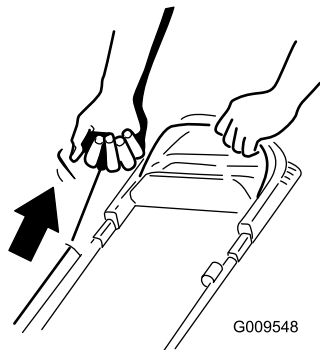

Figura 19
2. Tire de la cuerda de arranque (Figura 19).
**Nota:** Cuando tire del arrancador de retroceso, tire suavemente hasta que note resistencia; luego tire con fuerza (Figura 19). Deje que la cuerda vuelva lentamente al manillar.